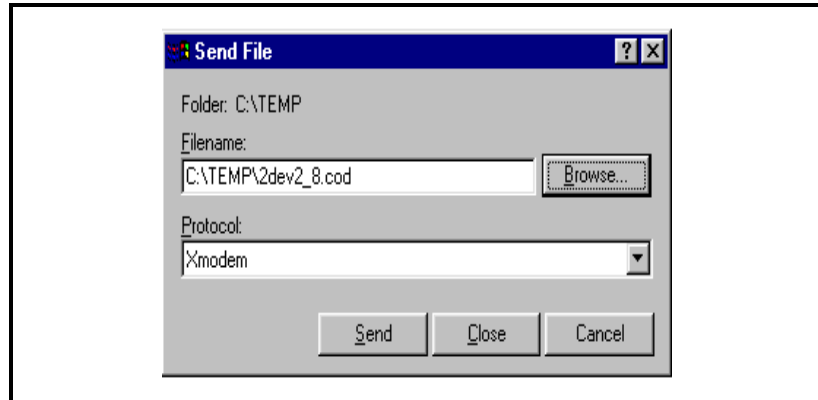

Figura 5-6: La ventana Send File en el menú Transfer
4. Use las teclas de flecha para moverse a la ficha **Passwords** y oprima [ENTER]. La pantalla se ve similar a la Figura 5-6 a continuación.
2. Volver al programa PC Hyperterminal. En la ventana Hyperterminal, despliegue el menú *Transfer* y haga clic en *Send File*. Se abre una ventana similar a la Figura 5-6 a continuación.
5. Haga clic en *Send*. Para una transferencia correcta, la ventana en la computadora personal que aparece es similar a la Figura 5-6 a continuación, mientras la pantalla del PM880 presenta la identificación del programa, tamaño, dirección de carga y un conteo de bloques que se están cargando.
2. Retire los cuatro tornillos mariposa del panel posterior del PM880 que aseguran el paquete de batería NiMH. Extraiga el paquete de batería de la unidad levantándolo. Vea la Figura 5-6 a continuación.